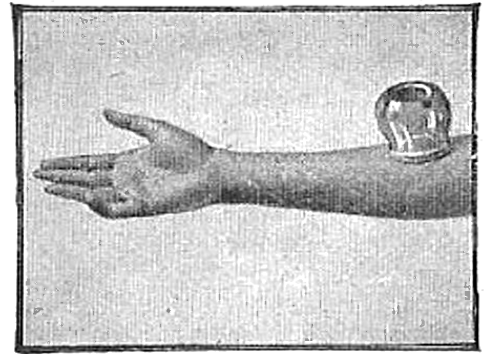

Fig. 30. — Effets de la ventouse.
8. Ventouse. — Une *ventouse* est un vase en verre que l'on place sur un point quelconque du corps (fig. 30) pour y attirer le sang par un jeu de pression atmosphérique.